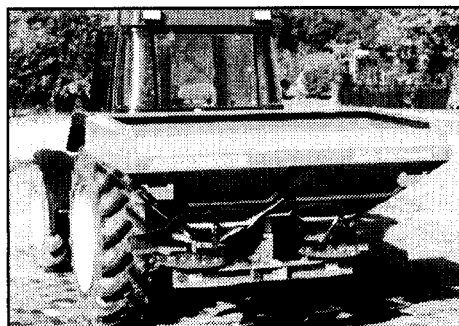

Fig. 11.8
11.6.1 Behållarförhöjning „N“ (fig. 11.8)